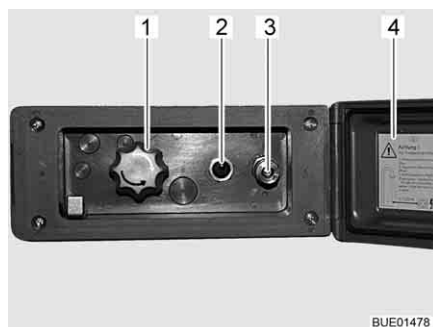

Fig. 108 Raccordo doccia esterno
- Sganciare ed aprire il coperchio (Fig. 108,4).
- Collegare il tubo flessibile della doccia esterna alla chiusura rapida (Fig. 108,3).
- Accendere la pompa dell'acqua con l'interruttore (Fig. 108,2).
- Regolare la temperatura dell'acqua ai gradi desiderati mediante la manopola (Fig. 108,1).
- Spegnere la pompa dell'acqua con l'interruttore (Fig. 108,2).
- Chiudere il coperchio (Fig. 108,4) e bloccarlo con la chiave.
- Ruotare la manopola (Fig. 108,1) sulla posizione centrale.